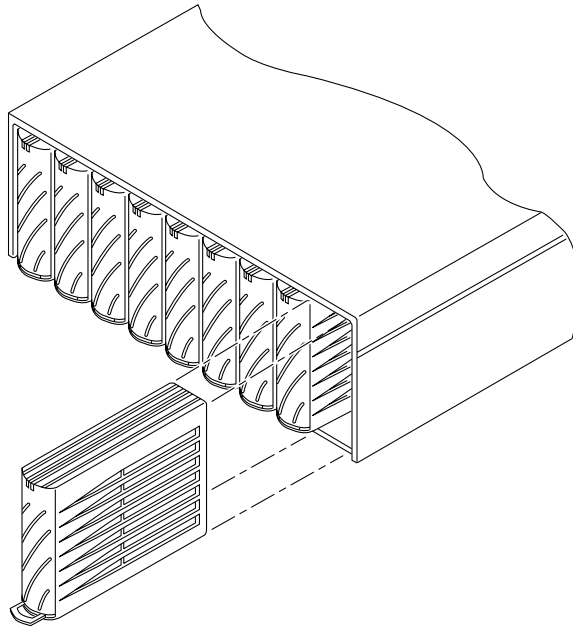

図 14-4 ディスクドライブの取り外し
6. ディスクドライブをアレイから取り外します (図 14-4)。